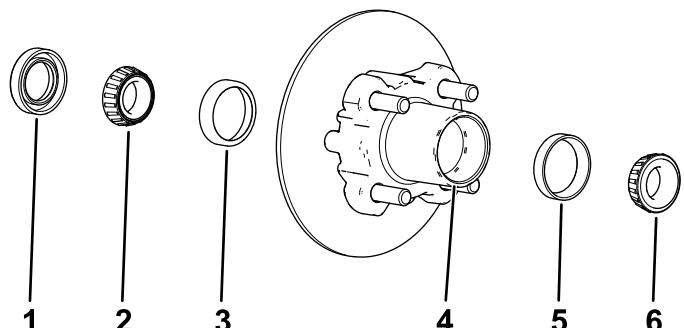

Figura 41
1. Retire el cojinete exterior y el anillo de rodadura del cubo (Figura 41).
2. Retire la junta y el cojinete interior del cubo (Figura 41).
5. Limpie el hueco del cubo para eliminar cualquier resto de grasa, suciedad y residuos (Figura 41).
7. Llene el hueco del cubo hasta un 50-80% de su capacidad con grasa del tipo especificado (Figura 41).
8. Monte el cojinete interior sobre el anillo en el lado interior del cubo e instale la junta (Figura 41).